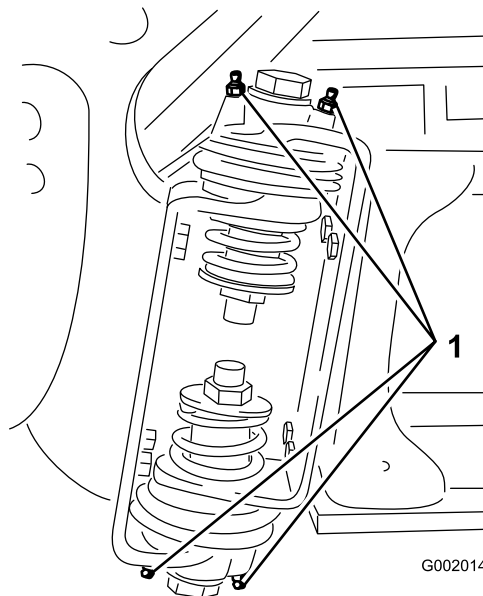

Figura 38
2. Pompai lubrifiant în rulment sau bucă la nivelul fiecărui fitting (Figura 38).